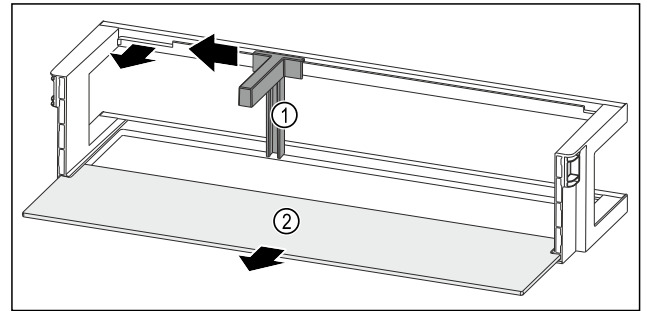

Fig. 117 Türabsteller mit Flaschenhalter und Abstellfläche
- ▶ Flaschenhalter Fig. 117 (1) bis zur Aussparung zur Seite schieben.
- ▶ Flaschenhalter Fig. 117 (1) entnehmen.
- ▶ Abstellfläche Fig. 117 (2) entnehmen.